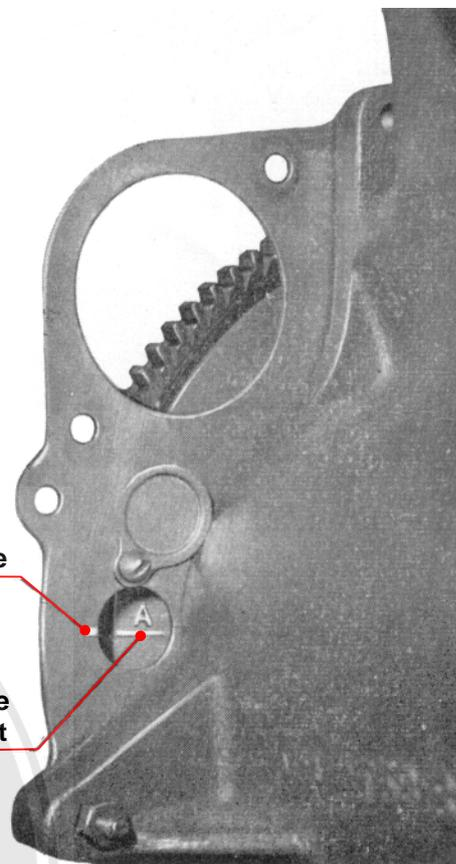
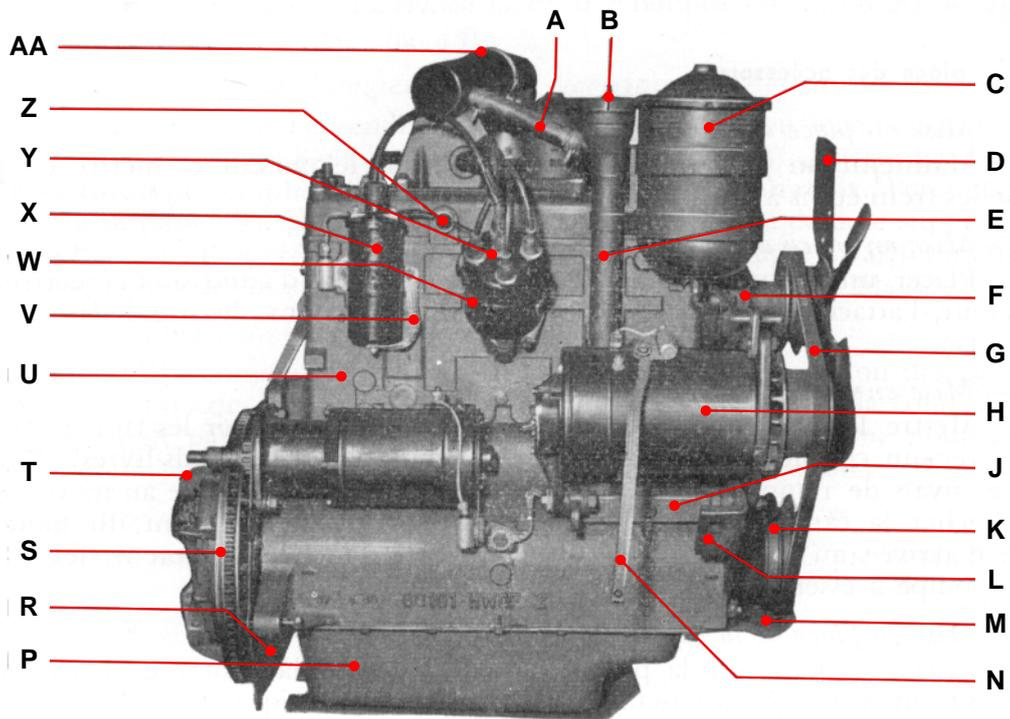

FIGURE 42. – Repères de calage sur le volant – "A" allumage.
FIGURE 43. – Vue latérale droite du moteur.
Appuyer un doigt sur le trou de bougie du cylindre N° 1 et faire tourner le vilebrequin jusqu'à ce que le piston soit au temps de compression. Continuer à faire tourner le vilebrequin jusqu'à ce que la lettre A (= allumage) apparaisse sur le volant et coïncide avec le repère au centre de la fenêtre de repère de calage pratiquée sur la plaque postérieure du moteur (fig. 42). Mettre l'allumeur provisoirement en place dans le bloc-cylindres (par. 18 E). Mettre le doigt de distribution dans la position d'allumage du cylindre N° 1 (fig. 43), les vis platinées prêtes à s'écarter. Plonger la pompe à huile dans un récipient d'huile (de la même qualité que celle utilisée pour le moteur) et faire tourner l'arbre de la pompe jusqu'à ce que l'huile s'écoule par l'orifice de sortie du corps de pompe. Placer un joint sur la pompe à huile, et avec le côté large de l'arbre de pompe tourné vers le haut, mettre la pompe à huile sur le moteur en s'assurant que la fente de l'arbre de pompe à huile s'engage bien avec l'arbre de l'allumeur alors que le doigt de distribution est en face du plot N° 1, les vis platinées prêtes à s'écarter. Mettre les écrous et rondelles frein en place sur la pompe à huile. Déposer l'allumeur.
C. – Mise en place du filtre à huile (fig. 43)
Placer un pouce sur le trou de bougie N° 1 et faire tourner le vilebrequin jusqu'à ce que le piston soit à la position de compression et que le repère de calage A du volant coïncide avec le repère placé au centre de la fenêtre de repère de calage sur la plaque postérieure du moteur (fig. 42). Placer l'allumeur sur le moteur et faire tourner le doigt de distribution jusqu'à ce que l'axe de l'allumeur s'engage dans celui de la pompe à huile. Mettre la vis à tête à sa place dans l'agrafe de retenue du corps d'allumeur et faire tourner ce dernier jusqu'à ce que les vis platinees soient prêtes à s'écarter. Serrer le boulon de l'agrafe de retenue du corps d'allumeur.
Mettre la bobine à sa place sur le moteur en s'assurant que la tresse d'antiparasitage est à sa place derrière le support de la bobine (fig. 43). Brancher le fil du primaire qui va de la bobine à l'allumeur.
Mettre le support de dynamo en place sur le bloc-cylindres au moyen de deux rondelles frein et de deux vis à tête. Poser la dynamo sur le moteur au moyen de ses deux boulons, en s'assurant qu'il y a une rondelle plate de chaque côté de la bague en caoutchouc du support de la dynamo et de la plaque antérieure du moteur. Mettre une rondelle plate, une rondelle frein et un écrou sur le couvercle avant de la dynamo. Mettre sur la partie arrière de la carcasse une rondelle plate, une tresse d'antiparasitage, une rondelle plate et un écrou (voir fig. 43).
Mettre en place l'ensemble support et filtre à air en serrant les écrous à tête avec un couple de serrage de 8,3 à 9 m.kg (60 à 65 pieds livres). Raccorder le tuyau du filtre à air au tuyau de remplissage d'huile (fig. 43) et au carburateur. Poser le couvercle d'allumeur. Faire passer les fils de bougie dans le trou pratiqué dans le support du tuyau de filtre à air (fig. 43). Régler l'écartement des électrodes de bougie à 0,076 mm (0,003 pouce) et mettre en place les bougies avec des joints neufs. Brancher les fils de bougie.